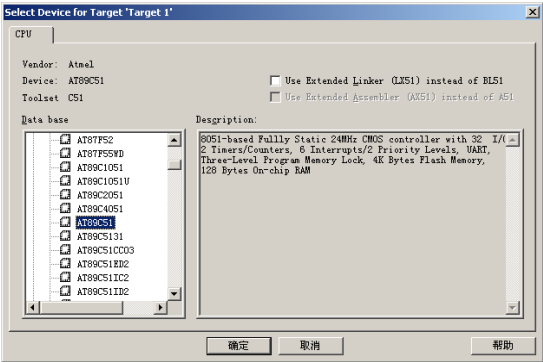

图 36-12 选择单片机 AT89C51
- (1) 首先打开 μ Vision3，在 μ Vision3 中，选择 “Project” → “New Project” → “μ Vision Project” 命令，新建一个工程，并保存。
- (2) 在弹出的选择器件对话框中选择 Atmel 公司的 AT89C51，如图 36-12 所示。